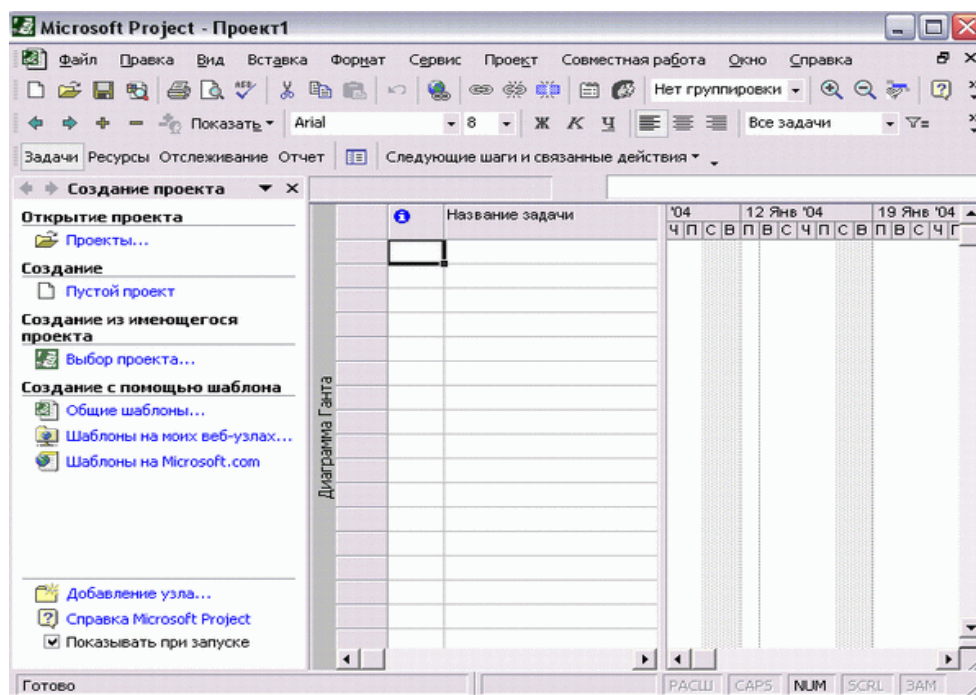

Рис. 2.3. Рабочее окно Microsoft Project
- На экране появится рабочее окно Microsoft Project (рис. 2.3).